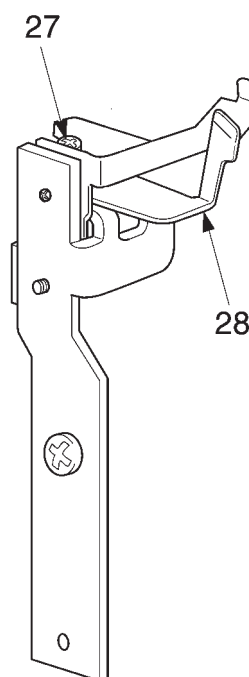

Рис. 46
- Затяните крепежный винт 27 (рис. 46).